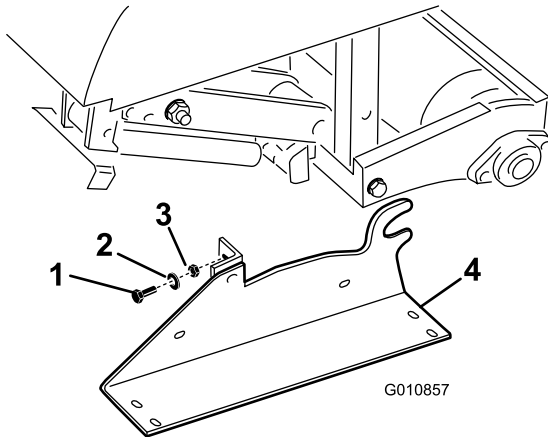

Figure 33
2. Enlevez les boulons, rondelles-freins et écrous qui fixent les supports de rangement à chaque extrémité de l'aérateur (Figure 33).